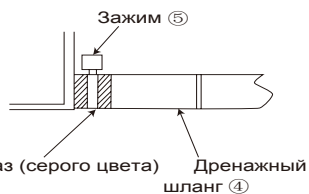

Рис. 12
- (4) Используйте дренажный шланг ④ и зажим ⑤. Вставьте дренажный шланг в дренажное гнездо. Затянуть хомут возле серой ленты, пока головка винта не будет находится от шланга менее, чем на 4 мм (Рис. 12,13).